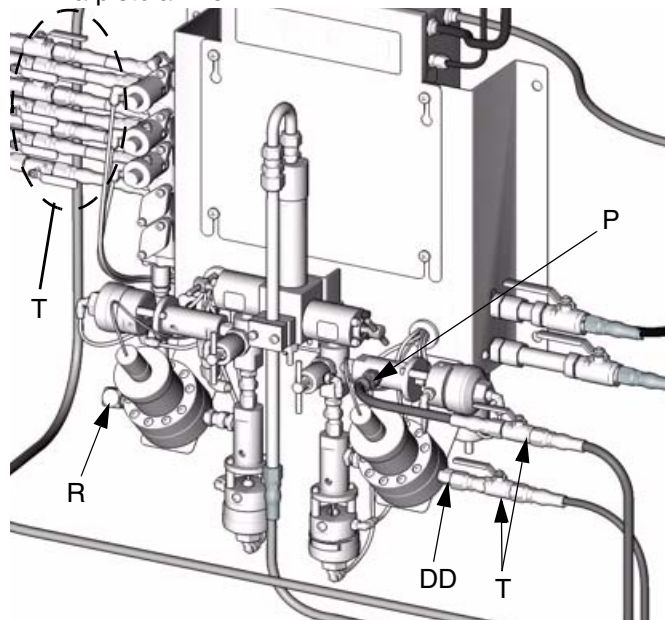

FIG. 12
Para reducir el riesgo de lesiones, incluyendo la inyección de fluido, es necesario instalar una válvula de cierre (T) entre cada línea de suministro de fluido y el conjunto del colector de fluido. FIG. 12. Utilice las válvulas para cerrar el paso de fluido durante las operaciones de mantenimiento y servicio.
- a. Conecte la línea de suministro del disolvente (P) a la entrada de la válvula de purga de 1/4 npt(f). FIG. 12.
3. Conecte la línea del componente B a la entrada (DD) del caudalímetro del componente B. FIG. 12.